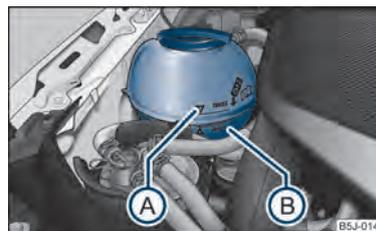

Fig. 125 Vano motor: Depósito de expansión del líquido refrigerante
- Compruebe el nivel de líquido refrigerante en el depósito de expansión del mismo ⇒ fig. 125. Con el motor frío, el nivel del líquido refrigerante debe encontrarse entre las marcas "MIN" (B) y "MAX" (A). Con el motor caliente, el nivel puede sobrepasar también un poco la marca de "MÁX."
- Coloque un trapo sobre el tapa del depósito de expansión de líquido refrigerante ⇒ fig. 125 y desenrosque el tapón con **cuidado** girándolo hacia la izquierda ⇒ .